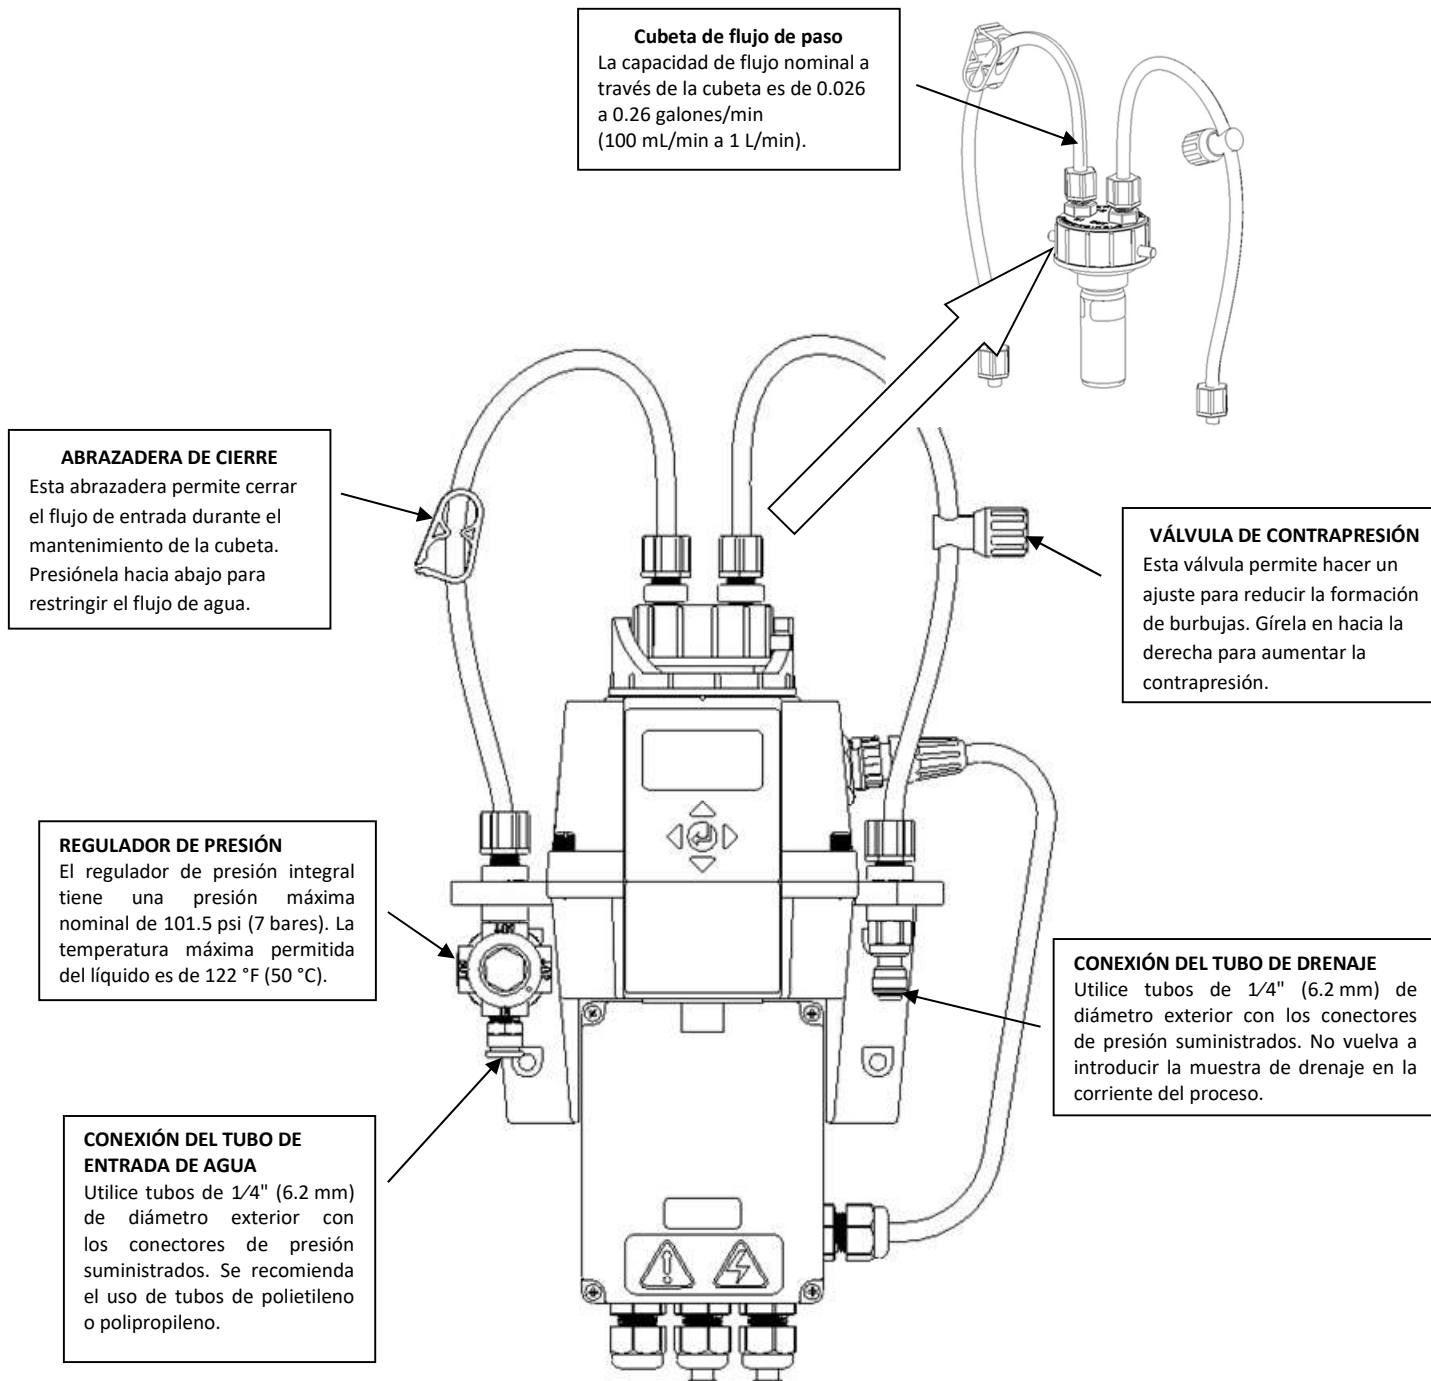

Figura 4 Identificación de las piezas del instrumento
- e. Introduzca la manguera en el conector rápido ubicado en el lado derecho del MTOL+, como se aprecia en la Figura 4.
- e. Introduzca la manguera en el conector rápido ubicado en el lado izquierdo del MTOL+, como se aprecia en la Figura 4.